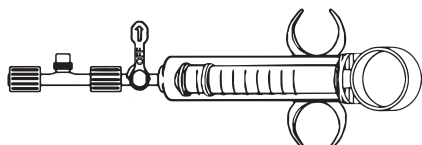
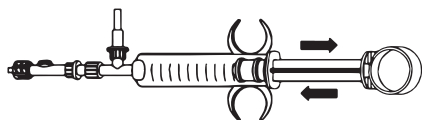

Figura 2. Carcasa senzorului, robinet și seringă
Figura 3. Umplerea și eliminarea bulelor cu ajutorul seringii de control
2. Racordați siringa la ansamblul de supape cu două căi (Figura 3) sau de robinete cu trei căi. (Figura 2)
10. Amorsați sistemul aspirând și eliminând soluția cu ajutorul unei seringi (consultați Figura 3) până când nu mai există aer în sistem.